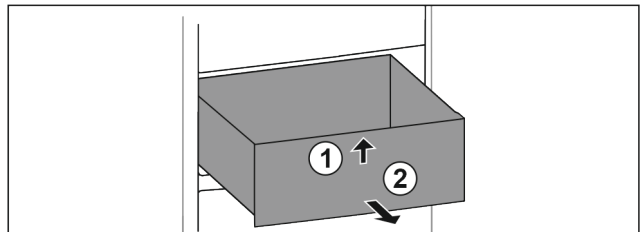

Fig. 137
- ▶ Schubfach vorne anheben. Fig. 137 (1)
- ▶ Schubfach nach vorne entnehmen. Fig. 137 (2)